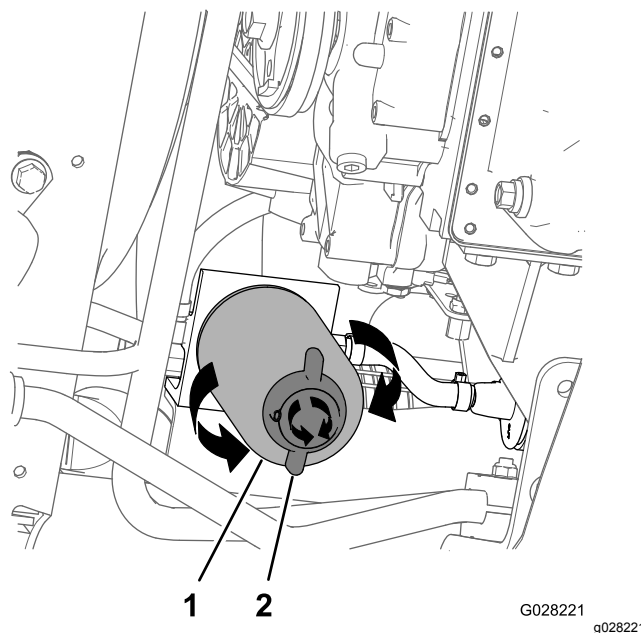

Figura 77
4. Allineate una bacinella di spurgo sotto il filtro del carburante; fate riferimento a Figura 77 nella sezione Sostituzione del filtro del separatore di condensa \(pagina 63\).
2. Posizionate una bacinella di spurgo sotto il filtro del separatore di condensa (Figura 77).
3. Ruotate la valvola di spurgo nella parte inferiore del filtro del separatore di condensa in senso antiorario (Figura 77).
4. Pulite l'area attorno al filtro del separatore di condensa e il supporto dell'adattatore del filtro (Figura 77).
5. Rimuovete il filtro del separatore di condensa (Figura 77).
9. Assicuratevi che la valvola di spurgo nella parte inferiore del filtro del separatore di condensa sia ruotata saldamente in senso orario (Figura 77).